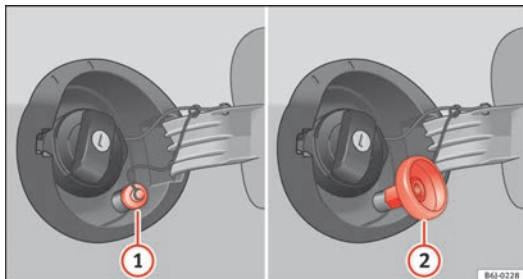

Abb. 122 Geöffnete Tankklappe mit Autogas-Einfüllstutzen und Adapter.
- Schrauben Sie den Deckel des Autogas-Einfüllstutzens ⇒ Abb. 122 (1) ab.
- Schrauben Sie den erforderlichen Adapter ⇒ Abb. 122 (2) auf den Autogas-Einfüllstutzen (1).
- Schrauben Sie den Adapter ⇒ Abb. 122 (2) wieder ab. ▶
⇒ Abb. 122 ① auf.